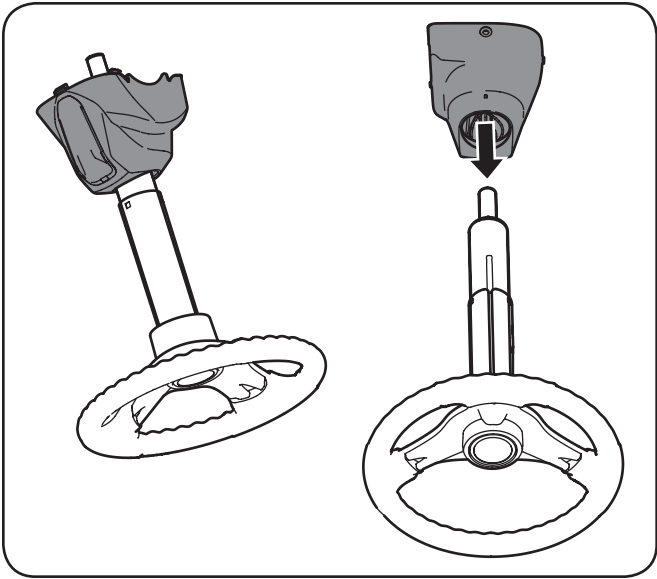

Figure 3-2
1. Faites glisser le capuchon sur la colonne de direction de façon que, lorsque l'arbre de direction est installé sur le tracteur, le capuchon se présente comme ci-dessous. Voir la Figure 3-2.